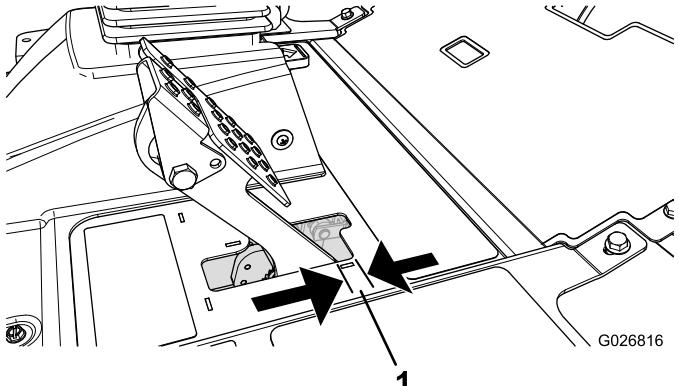

Figura 62
Regolate i freni se il pedale ha un “gioco” superiore a 2,5 cm (Figura 62), o quando è necessaria maggiore forza di tenuta. Per gioco s'intende la distanza che il pedale percorre prima che si avverta la resistenza della frenata.
2. Serrate il dado posteriore per spostare indietro il cavo, finché i pedali del freno non hanno un gioco compreso tra 6 e 13 mm (Figura 62), prima che la ruota si blocchi.